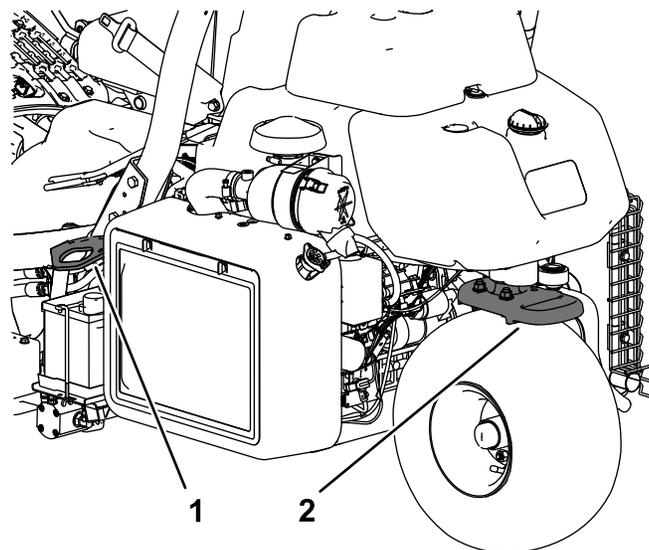

Рисунок 26
- Надежно закрепите машину с помощью ремней, цепей, тросов или веревок. И передний, и задний ремни должны быть направлены вниз и в сторону от машины (Рисунок 26).